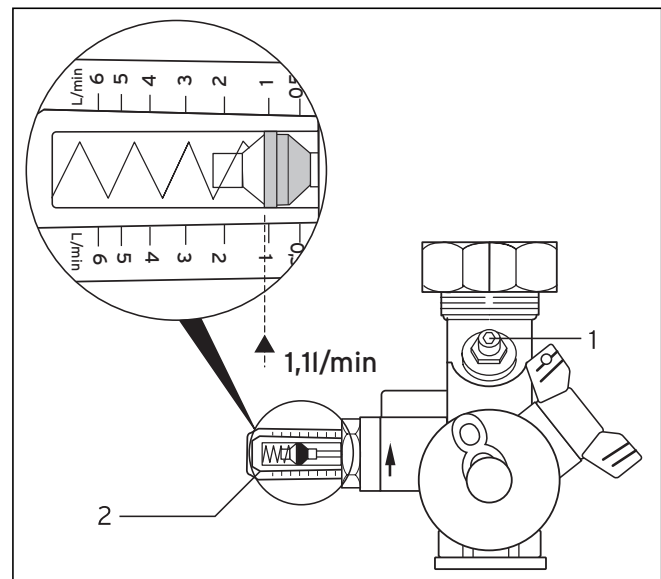

Fig. 10.2 Indstilling af volumenstrømmen
Efter grovindstillingen, som foretages ved hjælp af cirkulationspumpen, udføres finindstillingen ved hjælp af gennemstrømningsmængdebegrænsersens reguleringsventil (1) (se fig. 10.2). Den indstillede værdi kan aflæses på displayet (2).
Den indstillede (netto-) solfangerflade for en rørsolfanger er lig med 6-m2. Multipliseret med værdien for den specifikke volumenstrøm på 0,40 l/m2•min giver det en beregnet gennemstrømningsmængde på 2,4 l/min. Denne bør vises på gennemstrømningsmængdebegrænseren (se fig. 10.2).